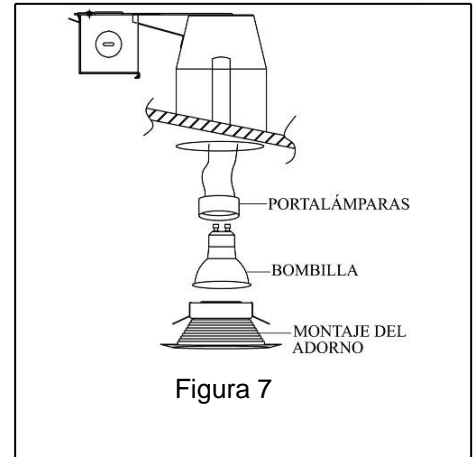

Figura 7
3. Empuje suavemente el ADORNO en la apertura de la instalación hasta que toque con el techo. Revise para ver que la instalación esté segura. (Figura 7)
4. Empuje suavemente hacia arriba el REBORDE en la apertura de la instalación hasta que se alinee con el techo. Revise que la instalación esté segura. (Figura 7)